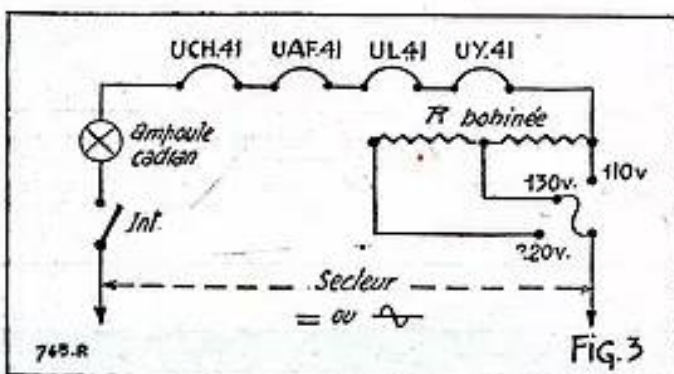

Fig. 3. — Montage de l'alimentation (fusible et lampe du cadran).
Tension de fonctionnement des tubes : (branchement suivant fig. 3).
Le galvanomètre (G), sera simplement réalisé avec une boussole (O) (fig. 3) sur laquelle on enroulera 50 tours de fil
GALVANOMETRE INDICATEUR DE ZÉRO (fig. 3)